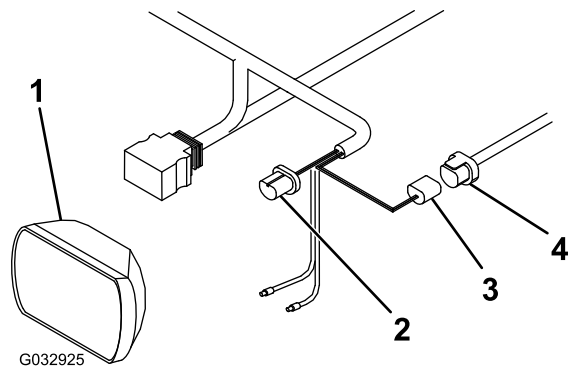

Bild 14
1. Nehmen Sie den Kabelanschluss hinten am linken Scheinwerfer des Fahrzeugs ab (**Bild 14**).
2. Schließen Sie den blauen Anschluss vom langen Kabelbaum hinten am linken Fahrzeugscheinwerfer an (Bild 14).
3. Schließen Sie den schwarzen Anschluss vom langen Kabelbaum am vorher abgeschlossenen Anschluss am Fahrzeugkabelbaum an (Bild 14).